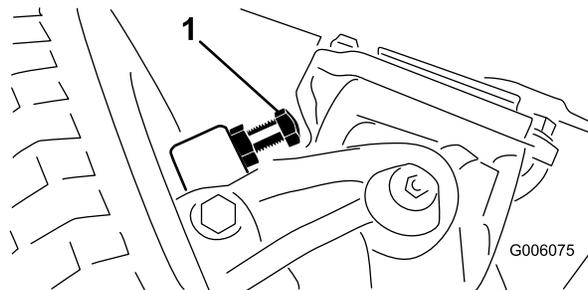

Figura 60
1. Avvitare i bulloni fuori o dentro fino a ottenere la distanza di 0,23 cm (Figura 60).